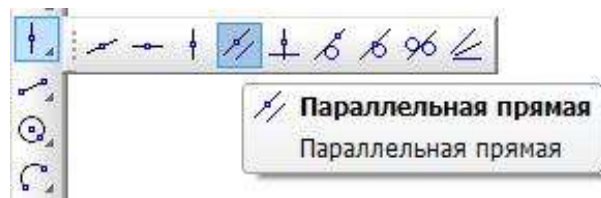

Рис. 4.5
- Найдите центры отверстий с помощью **Панели расширенных команд**, раскрывающейся из кнопки **Вспомогательная прямая** (рис. 4.5).